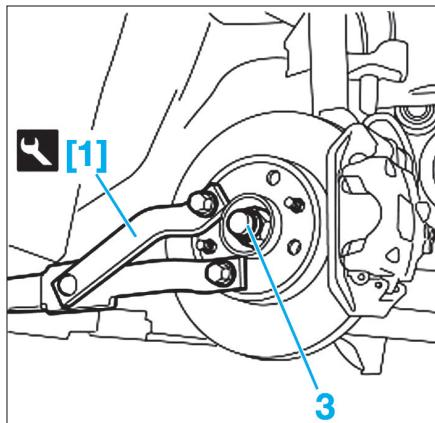

Fig. 3
- [1]. Levier réf Fiat : 1.870.815.000 (Fig.3)
- A l'aide de l'outil [1], dévisser l'écrou de fixation (3) du moyeu de roue (Fig.3).